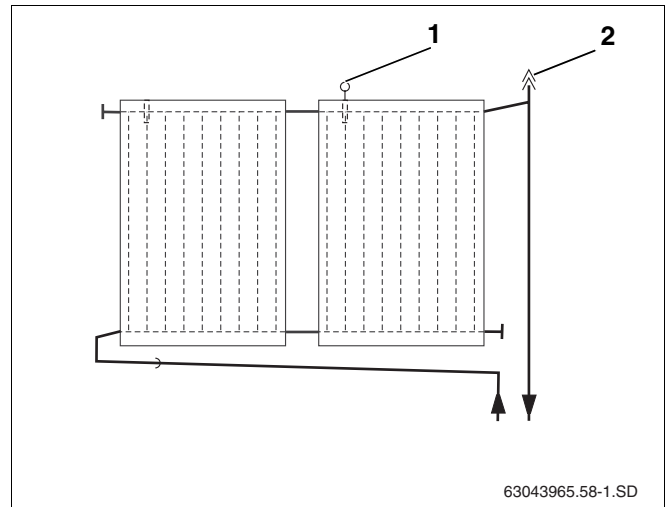

Fig. 57 Imagem da câmara de ar com dispositivo de purga para ligação de impulsão
Quando pretender purgar a instalação solar com o dispositivo de purga automática (acessório) na parte mais alta da instalação, deve instalar a tubagem de avanço com uma inclinação em relação à purga (fig. 57, **item 2**) e a tubagem de retorno com uma inclinação em relação ao campo de colectores (fig. 57).